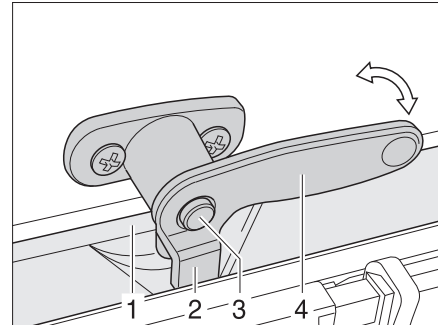

Bild 71 Låsspak med låsknapp i läget "stängd"
- Tryck på låsknappen (Bild 71,3) om sådan finns och håll den nedtryckt.